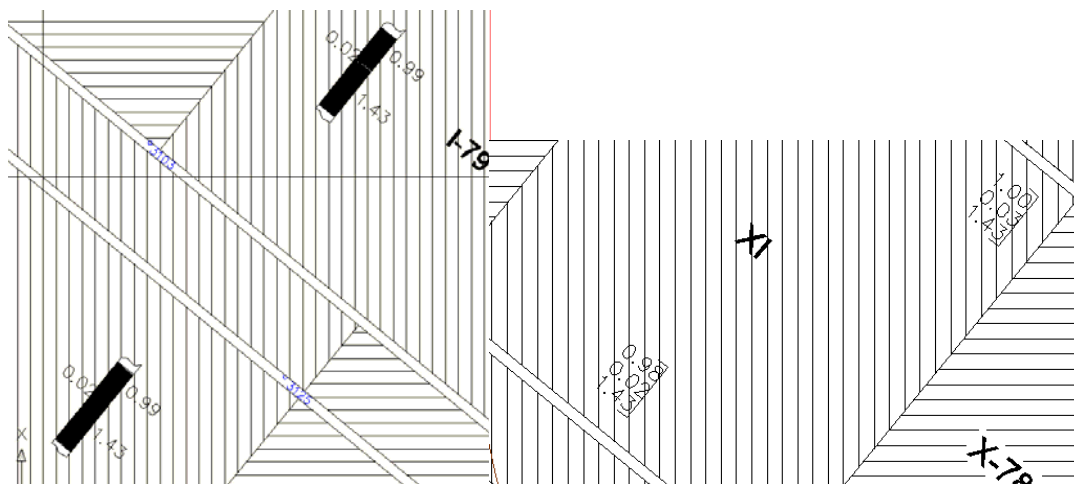

Рис. 57. Структурные колонки
7. В соответствии с рис. 57 нанесите на план структурные колонки.